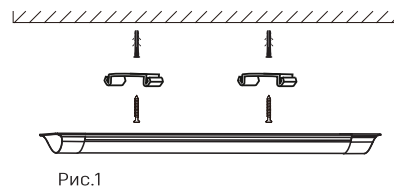

Рис.1
- Наметьте место будущей установки светильника и закрепите держатели светильника (металлические скобы) с помощью винтов из крепежного набора (входят в комплект). (Рис.1).